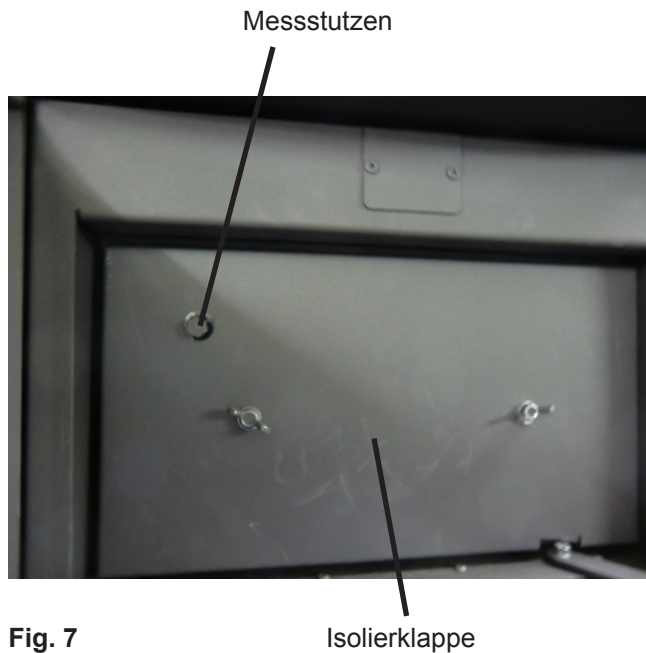

Fig. 7
- Isolierklappe über der Feuerraumöffnung abschrauben (2 Flügelmuttern, Fig. 7).